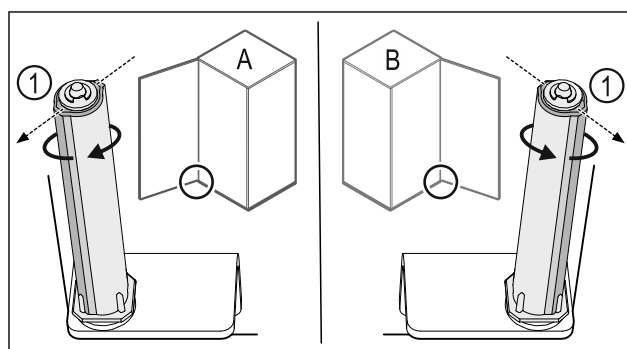

Fig. 33 Lewy ogranicznik (A) / prawy ogranicznik (B)
- ▶ Przekręcić system blokujący w kierunku przeciwnym do oporu, aż pręt systemu blokującego Fig. 33 (1) będzie skierowany na zewnątrz.